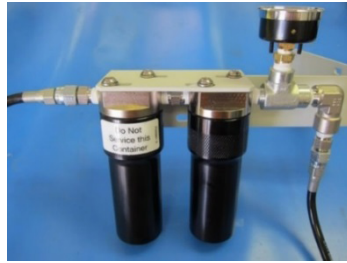

Figura 22: Remoção da carcaça do filtro
2. Desaparafuse a carcaça do cartucho do filtro girando-a no sentido anti-horário. Consulte a Figura 22 abaixo.